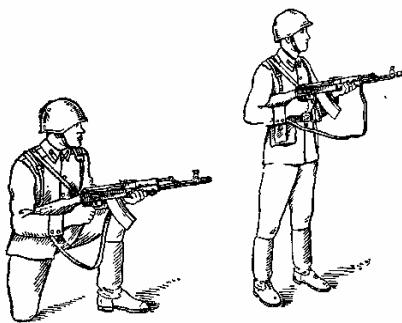

Рис. 4.6. Положения для стрельбы:
Взять автомат в правую руку за ствольную накладку и цевье дульной частью вперед и одновременно с этим, отставив правую ногу назад, опуститься на правое колено и присесть на каблук; голень левой ноги при этом должна оставаться в вертикальном положении, а бедра должны составлять угол, близкий к прямому; переложить автомат (пулемет) цевьем в левую руку, направив его в сторону цели (Рис. 4.6,а).
1) Если автомат в положении «на ремень», повернуться в полоборота направо по отношению к направлению на цель и, не приставляя левой ноги, отставить ее влево примерно на ширину плеч, как удобнее автоматчику, распределив при этом тяжесть тела равномерно на обе ноги. Одновременно, подавая правую руку по ремню несколько вверх, снять автомат с плеча и, подхватив его левой рукой снизу за цевье и ствольную накладку, энергично подать дульной частью вперед, в сторону цели (Рис. 4.6,б).